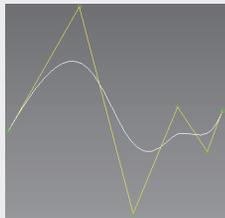

图3-58 CV曲线
➤ 控制顶点 (CV) 可以调整“CV曲线”的形状，而这些控制点可以不位于曲线上，如图3-58所示。